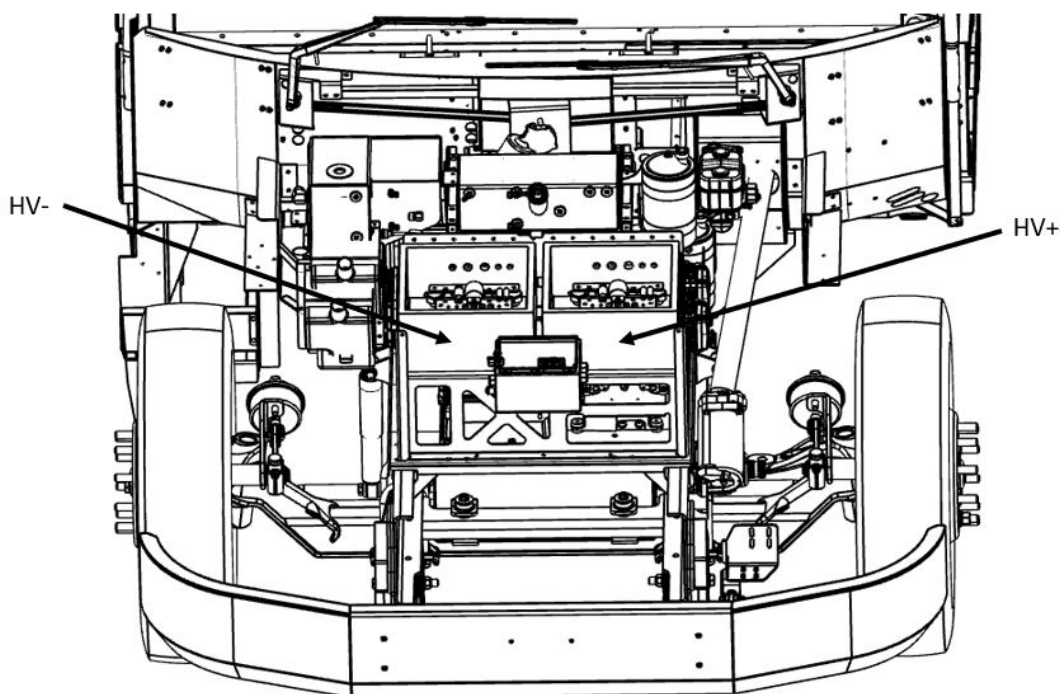

Figure 5 - Emplacement du panneau de jonction haute tension
15. Repérez la boîte de jonction haute tension positive (HV+) et la boîte de jonction haute tension (HV-), et retirez leurs couvercles (Figure 5).